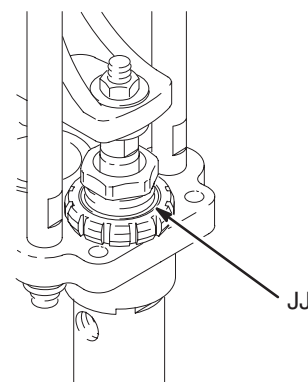

Fig. 15
Veiller à ce que chaque écrou de presse-étoupe (JJ) des bas de pompe soit toujours rempli d'huile pour pompe ISO de Graco pour empêcher le produit de sécher sur la tige des bas de pompe et d'endommager les joints de la pompe. Voir Fig. 15.